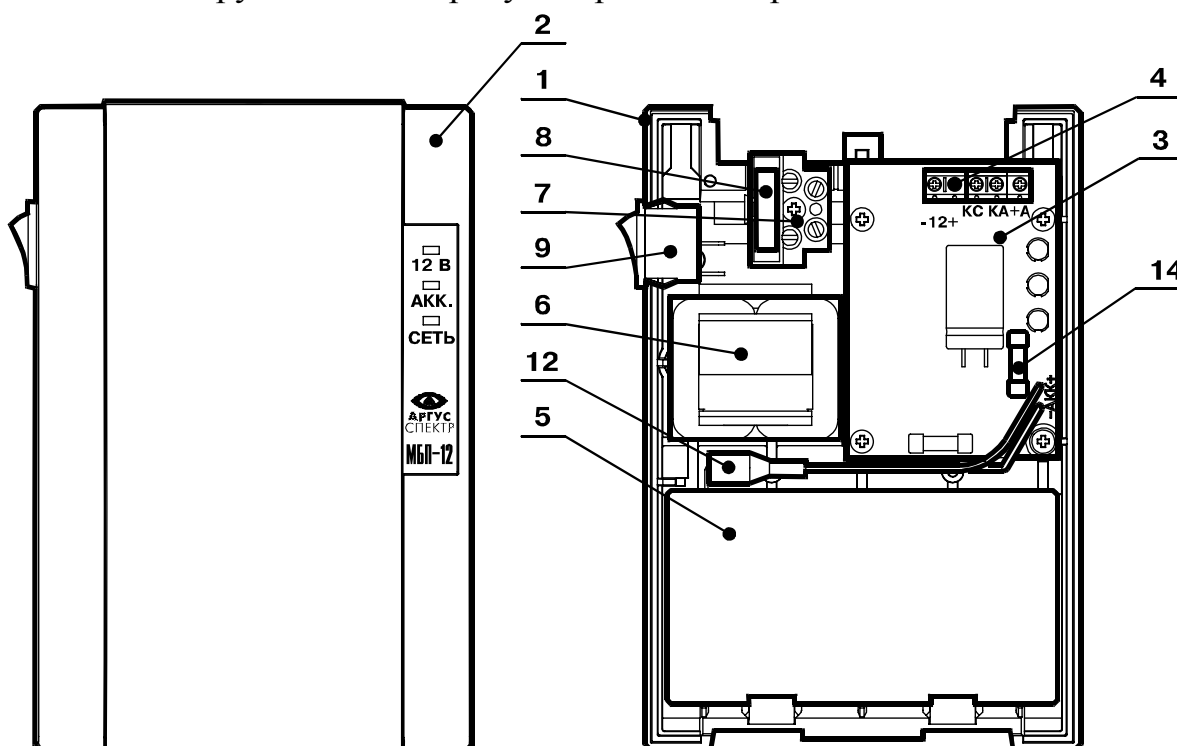

Рисунок 1 – Внешний вид МБП
5.1 Основными конструктивными элементами МБП (рисунок 1) являются основание 1 и крышка 2 корпуса; плата 3 с контактной колодкой 4; аккумуляторная батарея 5, трансформатор 6 и колодка 7 с держателем 8 сетевого предохранителя.
8.5 Выход "+А" рассчитан на кратковременное питание потребителей повышенным током от встроенного в МБП аккумулятора через предохранитель 3,15 А, установленный на плате (рисунок 1, поз. 14).